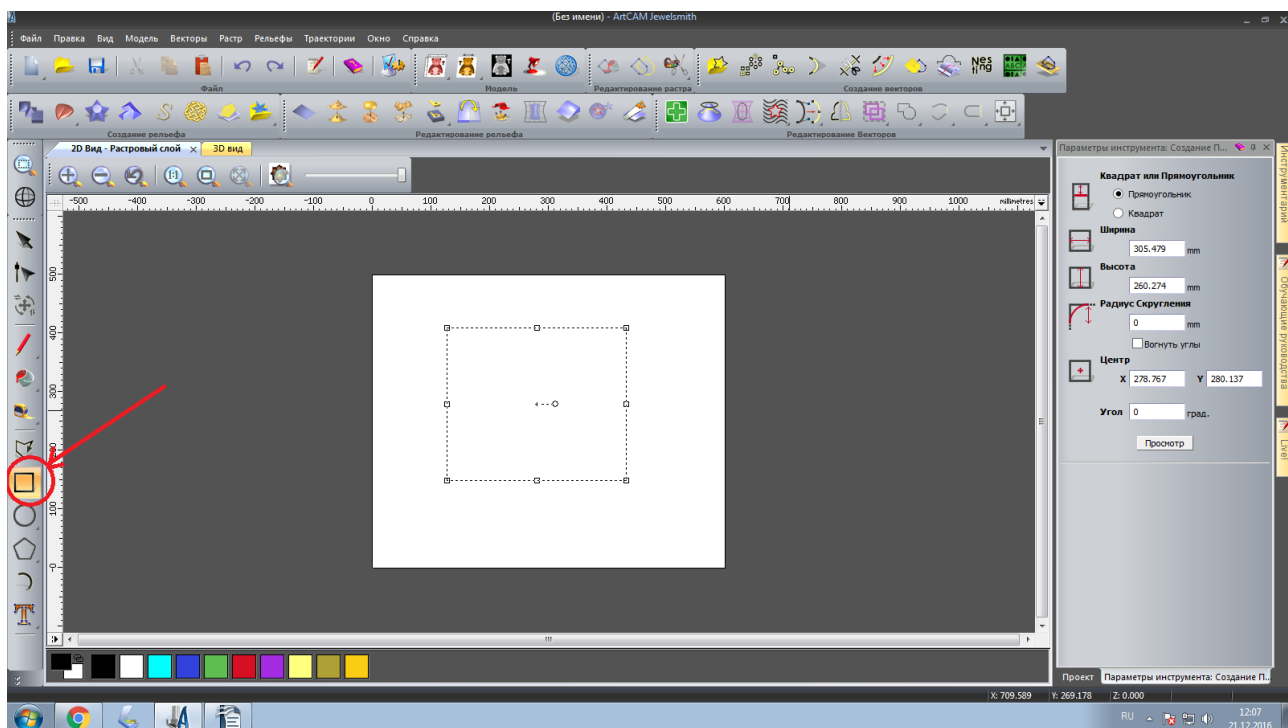

Рисунок 4. Прямоугольник
4. С помощью инструмента «Создать прямоугольник» создайте квадрат, рисунок 4 и 5.